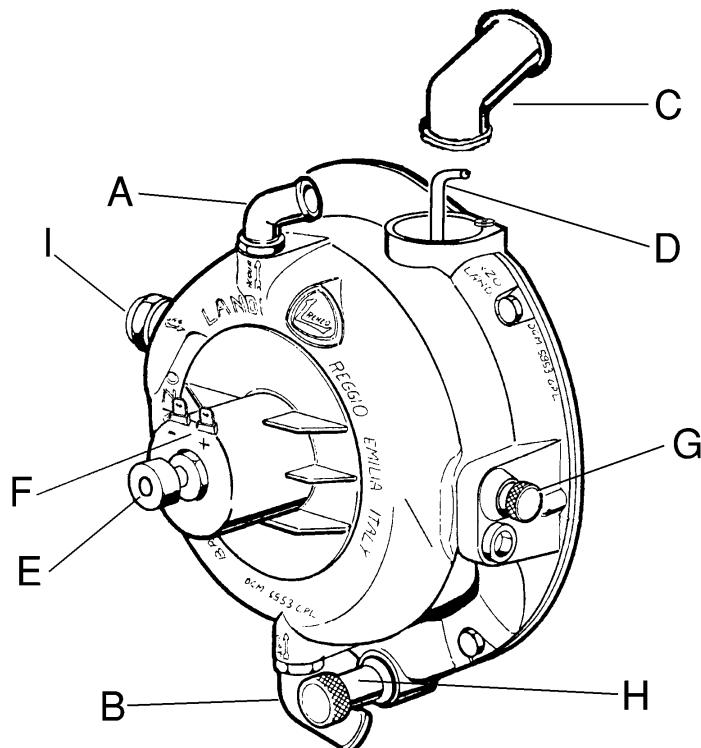

Fig. 1
LEGENDA (Fig. 1)
4. REGOLAZIONE DEI RIDUTTORI 'SE 81 SIC' *con analizzatore gas di scarico (Fig. 1)*
5. REGOLAZIONE DEI RIDUTTORI 'SE 81 SIC' *senza analizzatore gas di scarico (Fig. 1)*
6. REGOLAZIONE DELLA SENSIBILITÀ DEI RIDUTTORI 'SE 81 SIC' (Fig. 1)